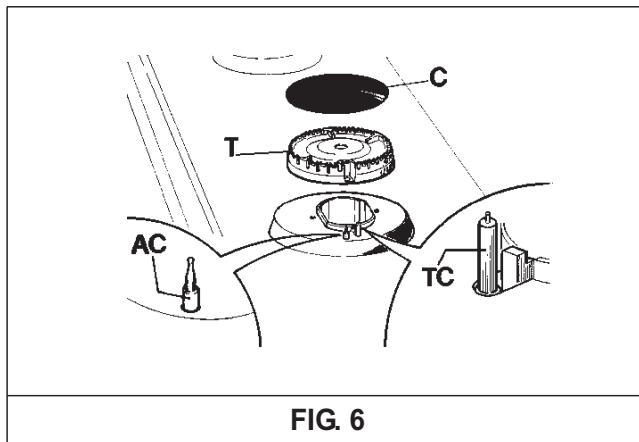

FIG. 6
Se si vuole mantenere la superficie del piano lucente, è molto importante lavarla dopo ogni utilizzo con acqua saponata tiepida, risciacquarla ed asciugarla. Allo stesso modo devono essere lavati le griglie smaltate, i coperchietti smaltati "C" e le teste bruciatori "T" (vedi fig. 6).
- Assicurarsi che il coperchietto smaltato "C" (fig. 6) sia posizionato correttamente sulla testa bruciatore. Questa condizione può ritenersi soddisfatta quando il coperchietto posizionato sulla testa risulti perfettamente stabile.
- verificare che le fessurazioni delle teste bruciatori "T" (fig. 6) non siano otturate da corpi estranei.